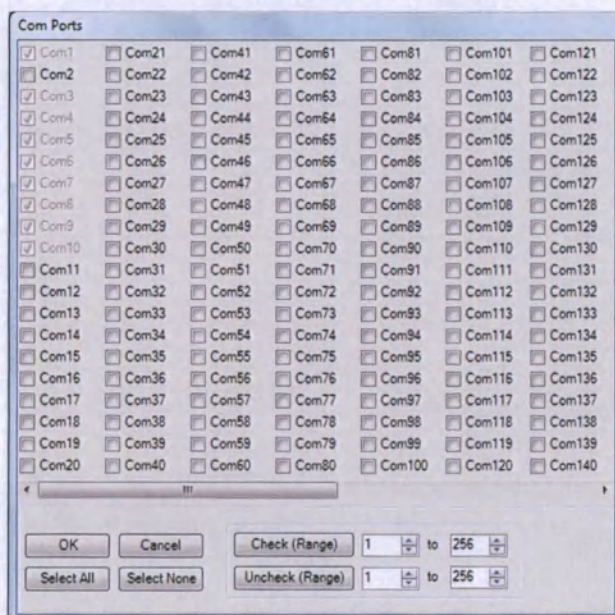

Рис. 86
Откроется диалоговое окно. См. Рис. 86.
6. В диалоговом окне (см. Рис. 86) можно отметить, какие COM-порты на целевом ПК должны использоваться программой «CPR Manager» в качестве виртуальных COM-портов для аппаратов. После отметки необходимых COM-портов необходимо подтвердить выбор кнопкой OK.